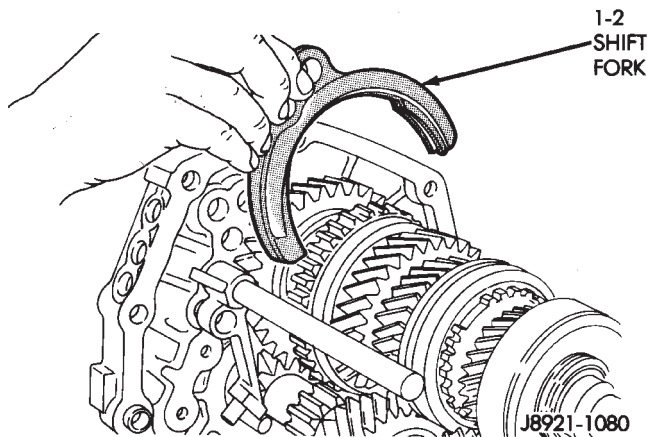

Fig. 73 Remove Shift Forks
- (25) Remove the 3-4 shift fork (Fig. 73).
(29) Remove the 1-2 shift fork (Fig. 73).